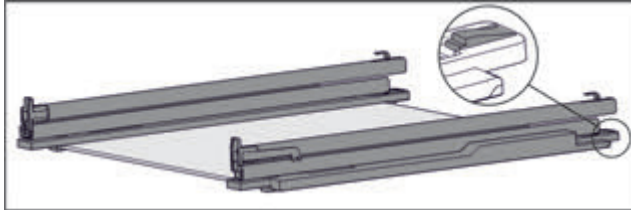

Fig. 110 Скляна пластина з рейками та деталями для підтримки
- ▶ Деталь для підтримки натиснути вниз (див. Fig. 110) і одночасно посунути рейку назад.